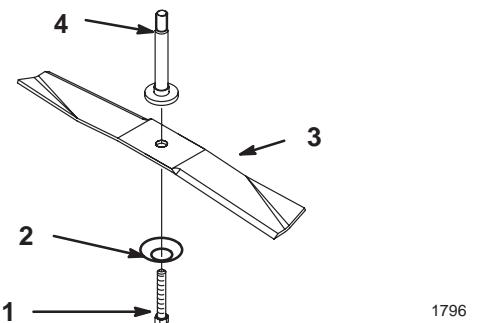

Bild 27
- Bringen Sie das Schnittmesser, die Wellenscheibe und die Messerschraube an (Bild 27).